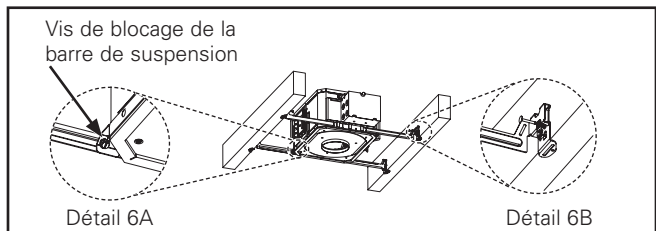

Figure 6.
1. Étendez les barres de suspension de manière à ce qu'elles s'adaptent entre les solives et positionnez le repère de la languette de fixation sur le bas de la solive ou de la pièce de charpente. Les barres de suspension doivent être de niveau avec le bas de la solive ou de la pièce de charpente (Figure 6.).